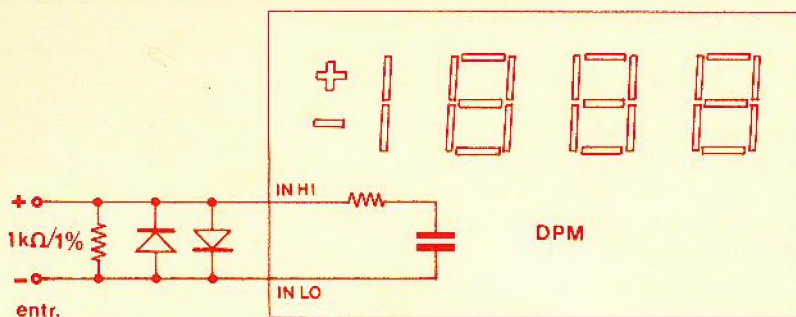

FIGURA 10
4.a) — **Microamperímetro até 200  $\mu$ A:** Utiliza-se, simplesmente, um resistor de 1 quilohm em paralelo com a entrada, para que, com 200  $\mu$ A de corrente, tenhamos uma tensão de 200 mV de tensão nos terminais do mesmo. Este artifício faz com que haja uma correspondência direta do valor de tensão com o valor de corrente (figura 10).